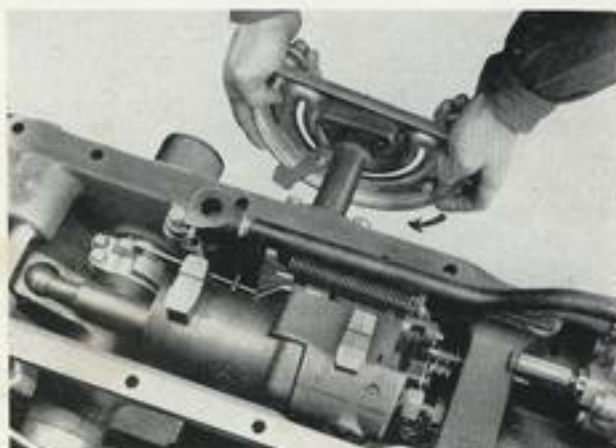
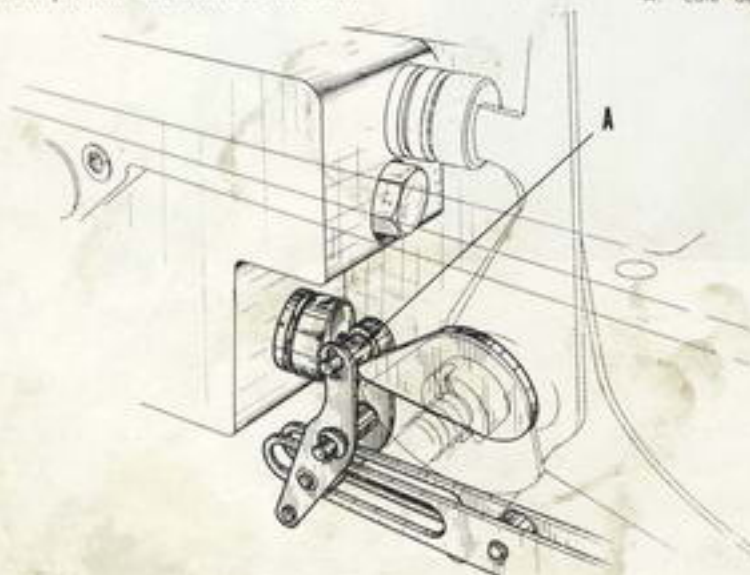

Fig. 40
Fig. 41
Faire pivoter l'ensemble du secteur "sens horloge" (fig. 40) jusqu'à ce que le galet (A) vienne au contact de la valve secondaire, en position sortie et, à sa partie supérieure, avec la came à profil aigu (fig. 41).